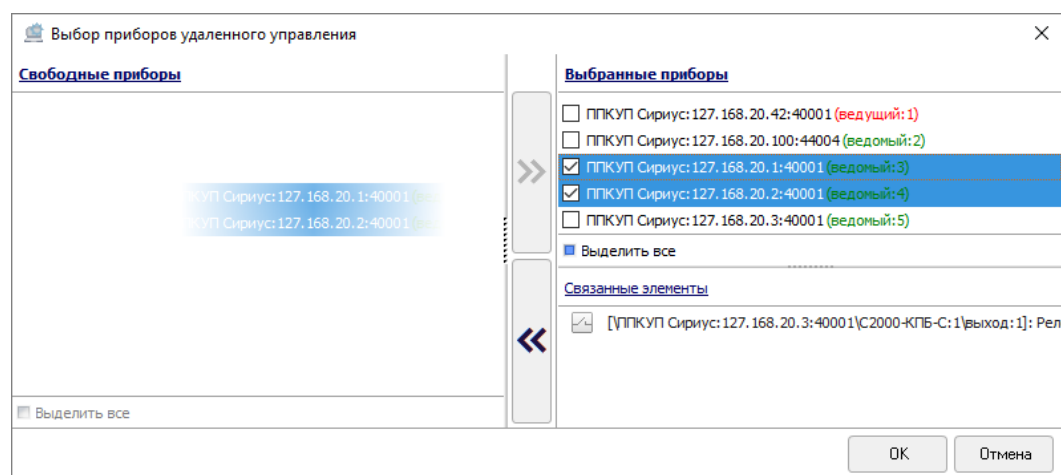

Рисунок 6-275 Выбор ППКУП "Сириус" для отмены межпанельной связи перетаскиванием
- выделите один или несколько ППКУП «Сириус» в области «Выбранные приборы» (для выделения сразу нескольких ППКУП «Сириус» нажмите на клавиатуре и удерживайте клавишу <Shift> для выбора диапазона или клавишу <Ctrl> для комбинированного выбора) и перетащите выделенные ППКУП «Сириус» в область «Свободные приборы» (см. Рисунок 6-275).